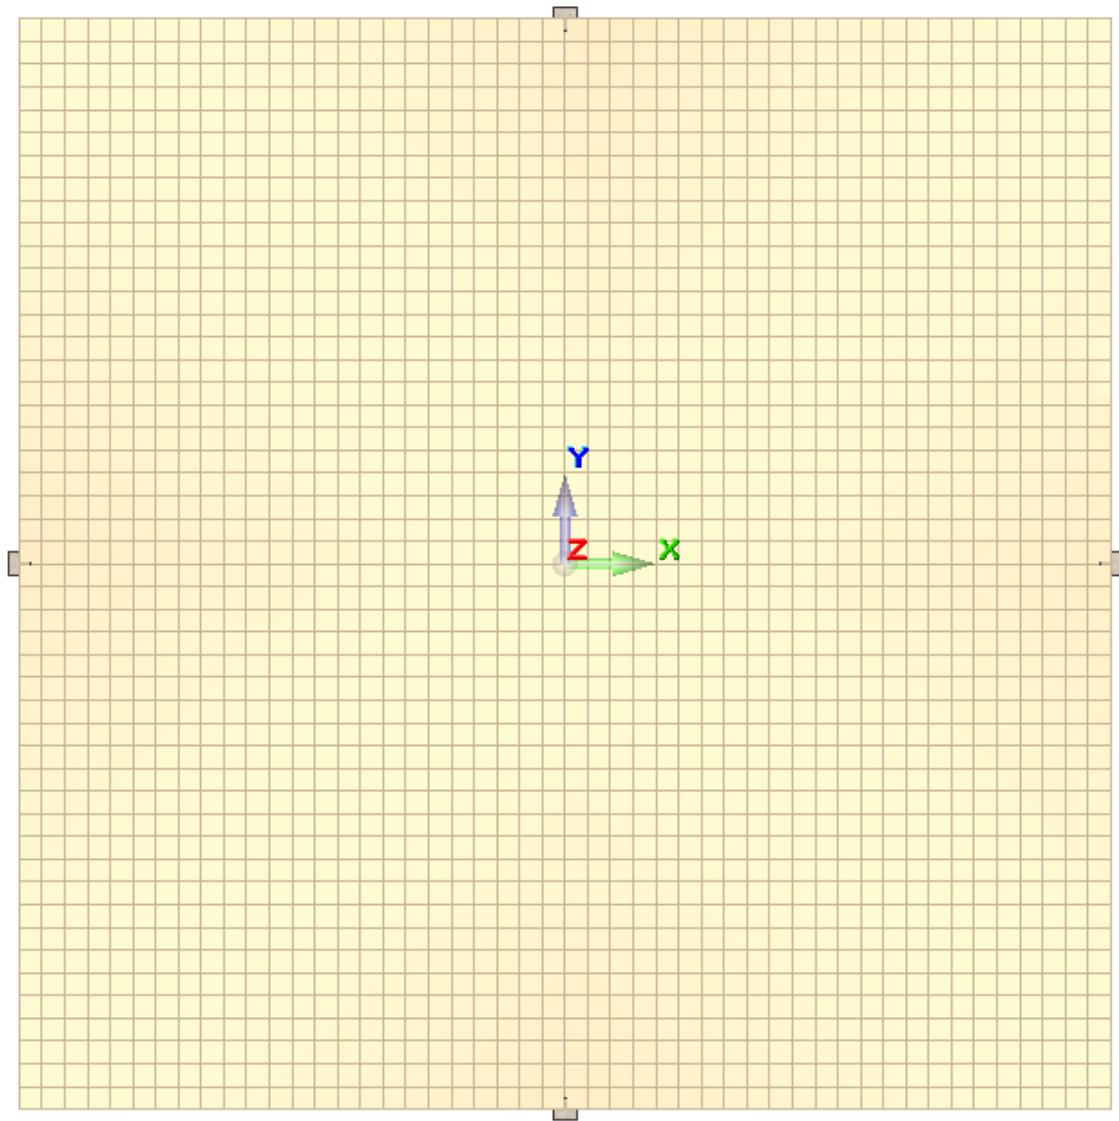

Рис.3.2. Схема расположения колонн
- Произведите расстановку колонн в серединах сторон оболочки с помощью щелчка левой кнопки мышки (рис.3.2)